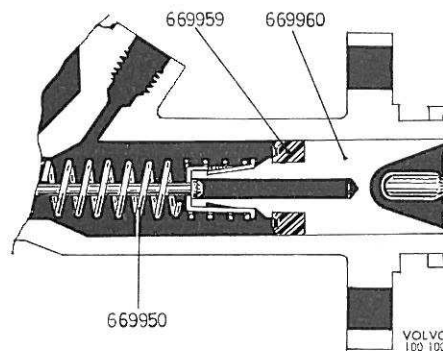

Fig. 2. Garnitures de piston, modèle 2.
1. Enlever le bouchon (7) et vider le liquide de frein.
2. Retourner le capuchon caoutchouc (4, Fig. 2) et déposer le circlips (6), la rondelle et la tige de commande (5). Agiter le cylindre pour faire sortir les pièces qui y sont attachées.
1. Monter la garniture sur le piston et la tige de soupape. L'extrémité plate de la garniture de la soupape (13, Fig. 2) doit être tournée du côté de la bride de la tige.
Monter la tige de commande (5, Fig. 2), la rondelle (7) et le circlips (6). Enduire le capuchon (4) de graisse à caoutchouc et le poser en place.